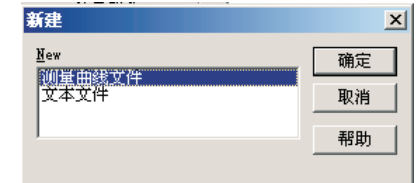

图 4
E. 新建对话框内有两种模式供你选择：测量曲线文件和文本文件（如图4）；